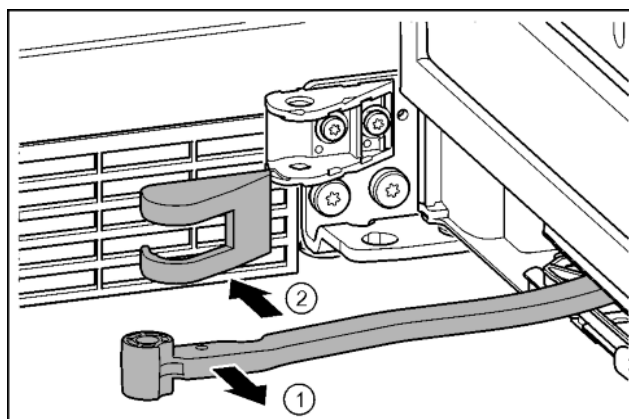

Fig. 19
- ▶ Повернуть шарнир в направлении двери. Fig. 19 (1)
- ▶ Снять крышку опорного кронштейна. Fig. 19 (2)